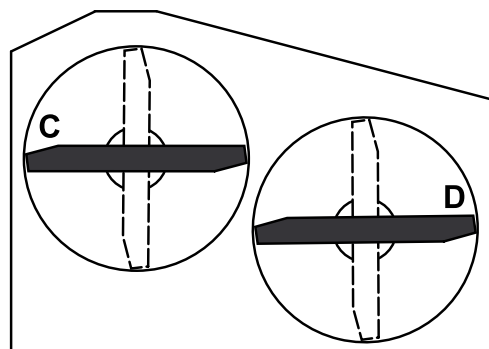

Figure 60
2. Tournez les lames pour les mettre parallèles dans le sens transversal. Mesurez la distance aux points **C** et **D** (Figure 60) entre une surface plane et le bord coupant des pointes des lames.